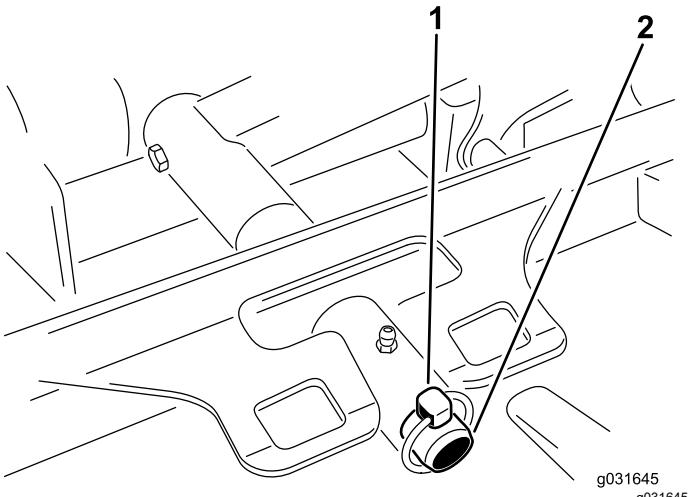

Рисунок 69
- Снимите шплинт с кольцом или крепежную гайку, с помощью которых несущая рама режущего блока крепится к оси поворота подъемного рычага (Рисунок 69).
- Наденьте несущую раму режущего блока на ось поворота подъемного рычага и закрепите ее шплинтом с кольцом или крепежной гайкой (Рисунок 69).